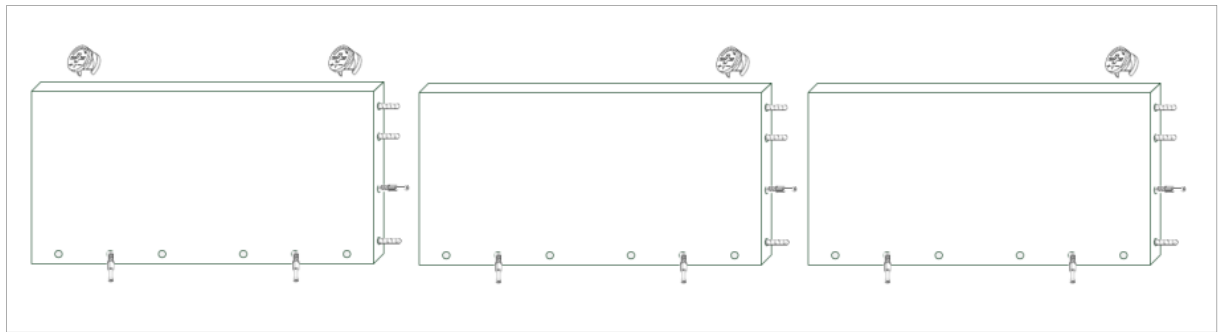

Bild 5
Lege die Rückwand wie auf Bild 5 zu sehen ist auf den Boden. Es werden wieder die Minifix-Schrauben (C) und Dübel (B) eingesetzt / geschraubt. Auf der Rückseite werden 4 Minifix Klammern (D) in die Löcher gesteckt.